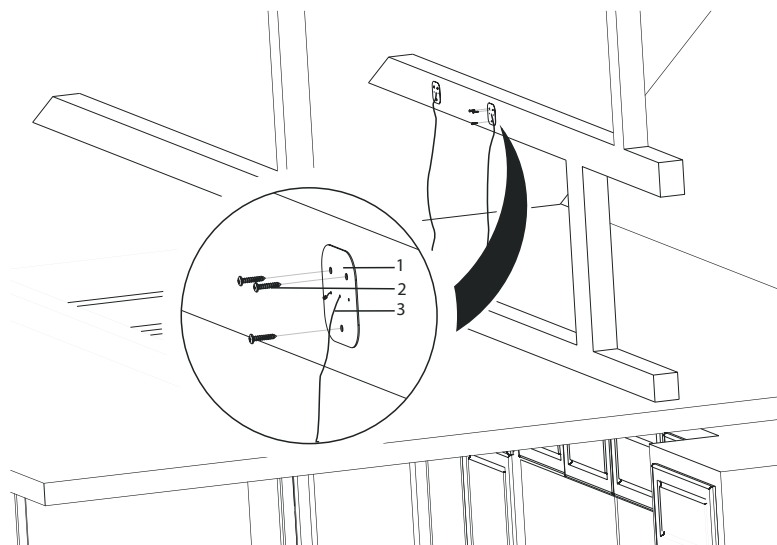

Fig. 19
**3.** ➡ Montera de fyra upphängningsplattorna, som ståltrådarna sitter fast i på en läkt i taket eller på loftet. Upphängningsplattorna kan hänga antingen horisontalt eller vertikalt (observera att läkten måste vara tillräckligt stabil för att kunna bära fläkten). Upphängningsplattorna fästs med 3x 3.9x22 skruvar (Fig. 19).